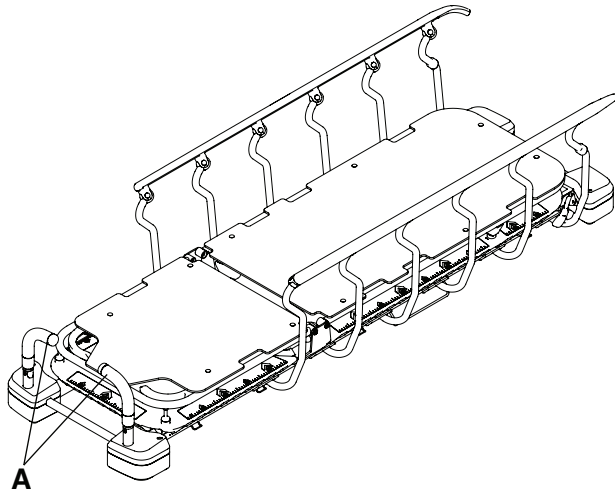

图 7 – 定位头端推动把手
2. 将头端推动手柄 ( A ) 旋转到使用位置 (图 7)。